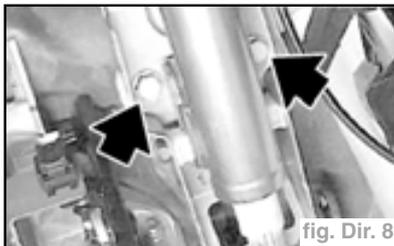

fig. Dir. 8
- Enlever les vis de fixation de la colonne et la déposer (fig. Dir. 8).